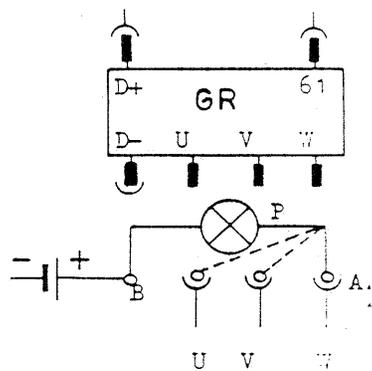

Fig. 61
- Relier A aux câbles U, V et W l'un après l'autre et mettre B au pôle positif de la batterie (voir fig. 61).